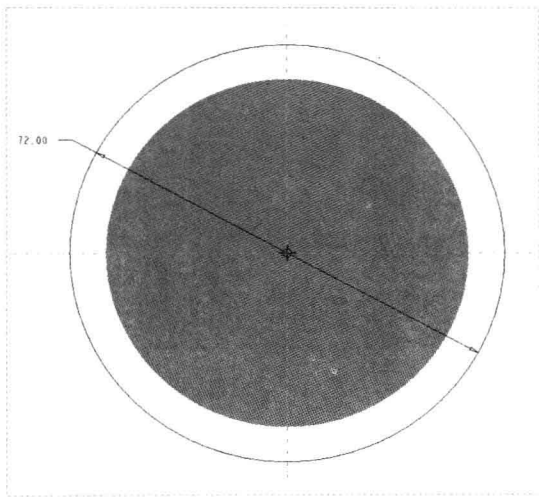

图 18-64 绘制截面 2
Step 03 采用与上同样的方法, 使用“拉伸”命令, 弹出“拉伸”选项卡; 在绘图区选择 TOP 基准平面作为草绘平面, 进入草绘环境, 单击“草绘”选项卡中的相应按钮, 绘制截面, 如图 18-64 所示。